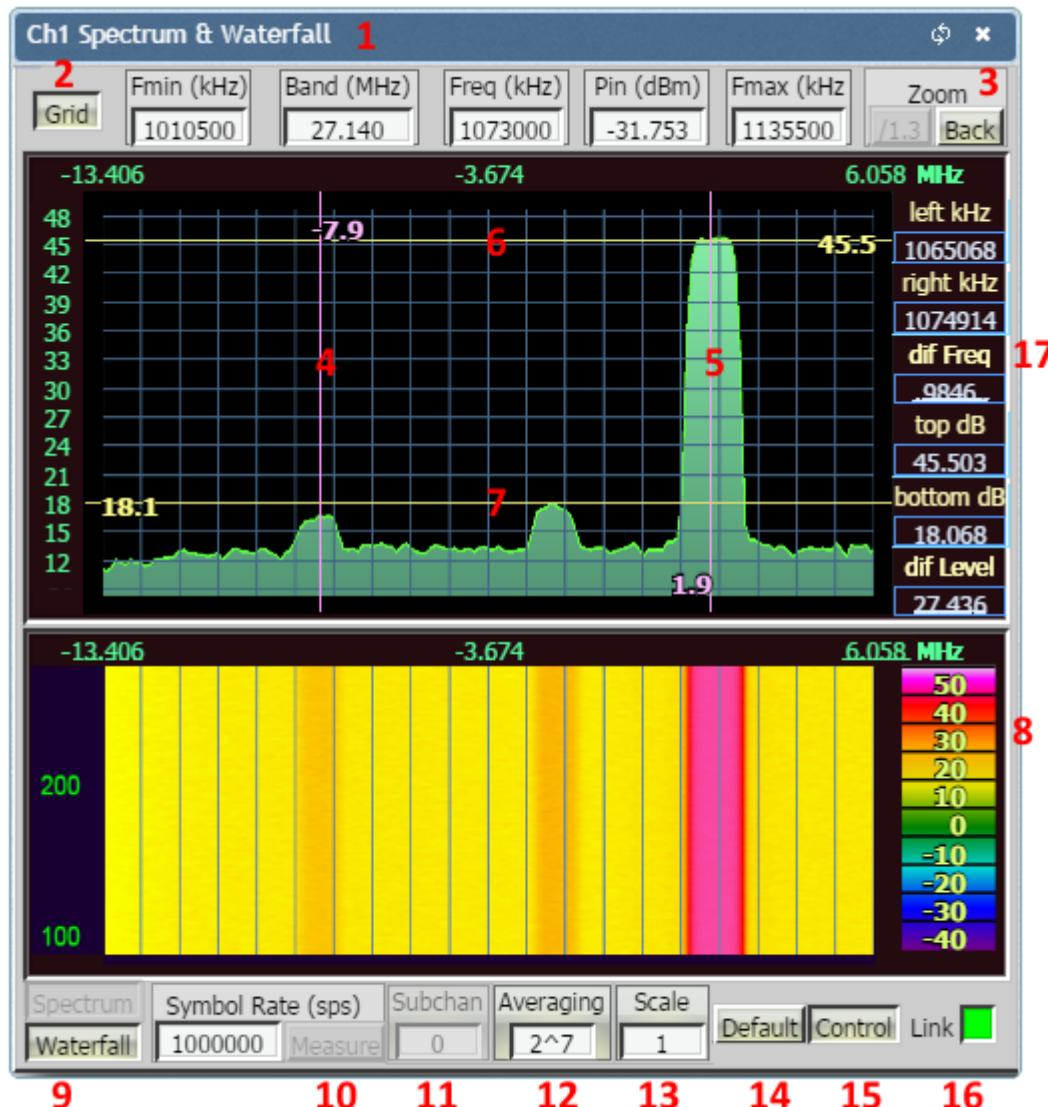

Рисунок 8.16 – Инструмент «Анализатор спектра»
8.7.1 Инструмент отображается в окне «Spectrum» для каждого канала приема в отдельности. Содержит следующие элементы (см. рис. 8.16):